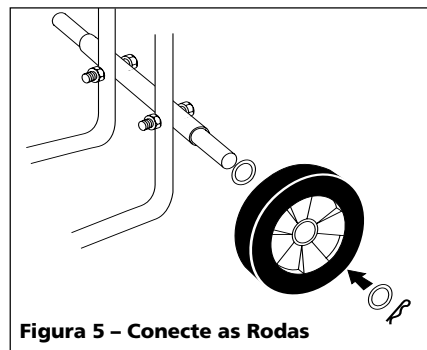

Figura 5 - Conecte as Rodas
5. Faça o mesmo no outro lado (Veja a Figura 5).